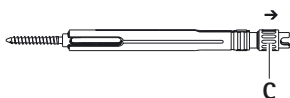

Fig. 6
- Girare la vite di arresto **C** nella direzione della freccia finché non è visibile la filettatura in direzione dell'estremità di lavoro, vedere Fig. 6.